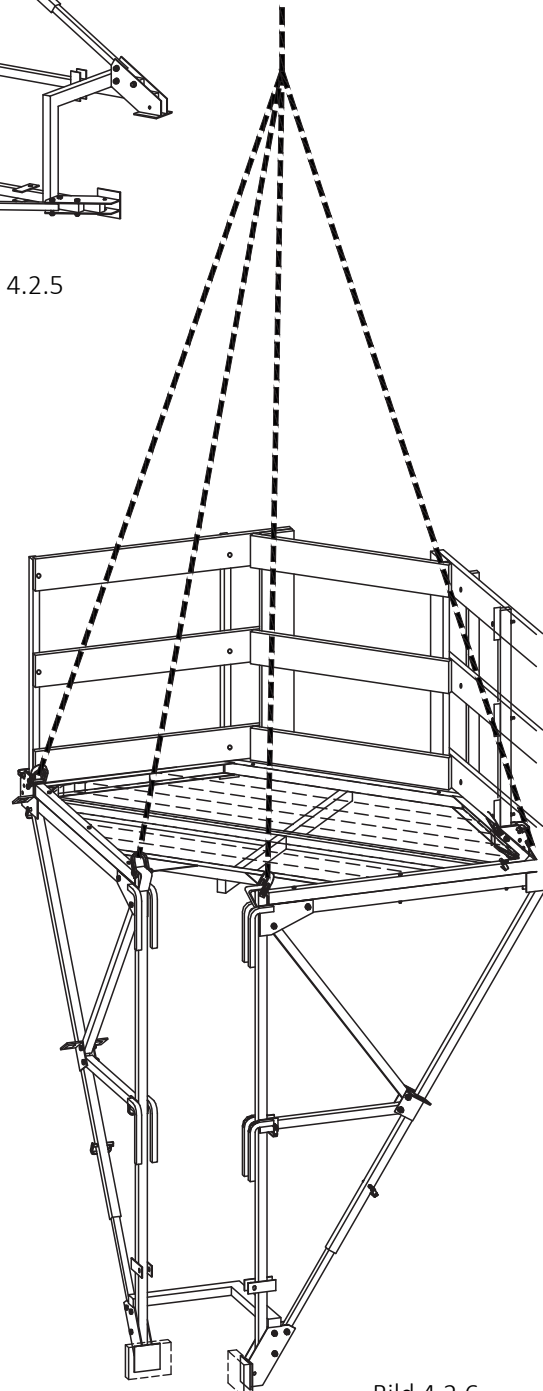

Bild 4.2.6
- 6 Für den Krantransport ein Vierfach-Seilgehänge an den Kranhakenbügeln der Klappkonsolen einhängen und Eckrosteinheit hochziehen (Bild 4.2.6).